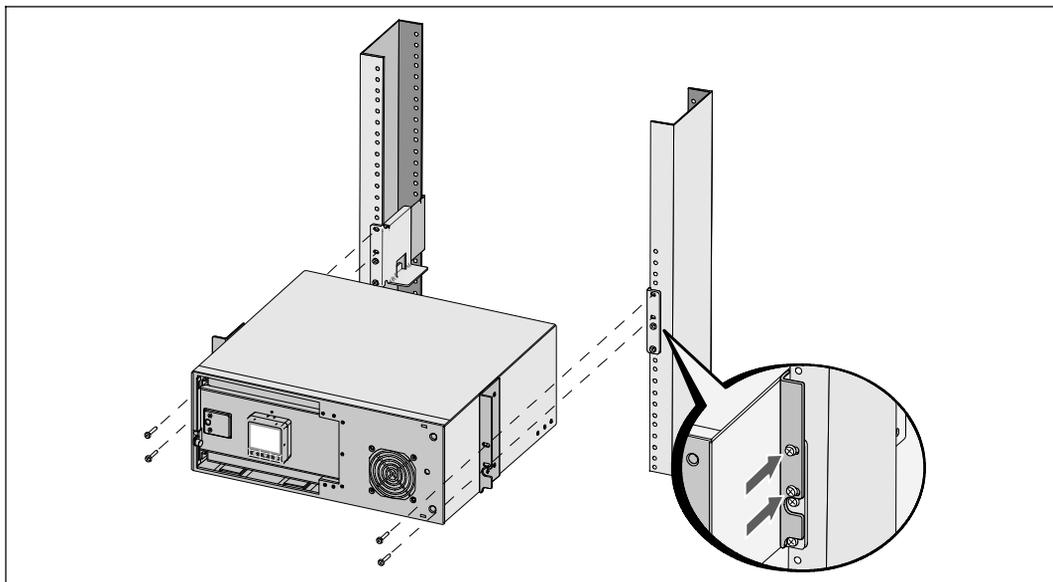

図 12. キャビネットの取り付け方法および固定方法
- 6 キャビネットをラックにスライドして取り付けます（図 12を参照）。